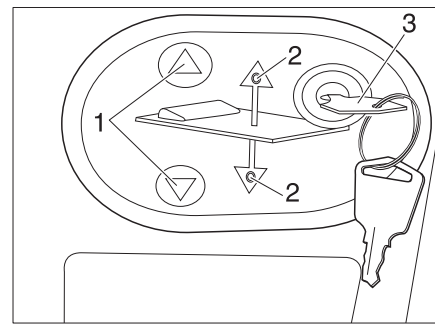

Bild 156 Manöverpanel för elektrisk höjbar säng
- Sätt in nyckeln (Bild 156,3) i manöverpanelen.
- Tryck på knappen  eller  (Bild 156,1) och håll den intryckt. Motsvarande LED (Bild 156,2) lyser och den höjbara sängen sänks eller höjs.
- När önskad position har uppnåtts, släpp knappen  eller  (Bild 156,1) igen. Motsvarande LED (Bild 156,2) slocknar.
- Dra ut nyckeln (Bild 156,3).